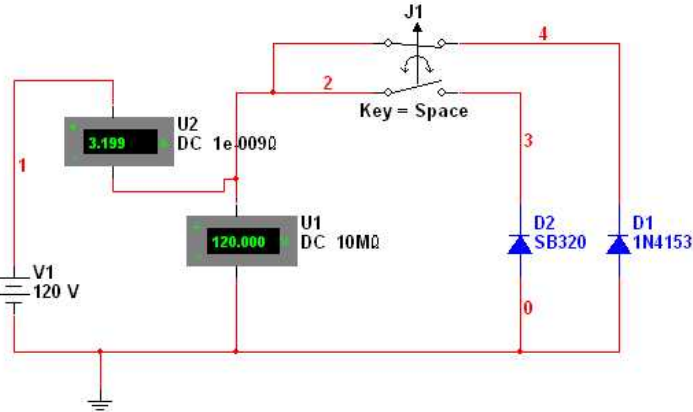

Рис. 26. Схема для снятия ВАХ диодов, включенных в обратном направлении
4. Собрать схему, изображенную на рис.26.